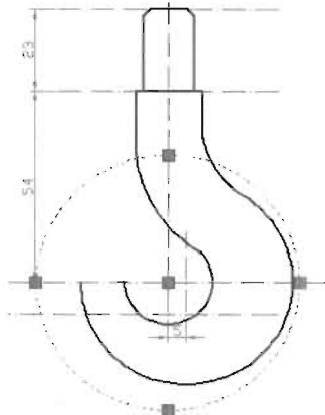

图 6-44
(1) 绘制辅助线求 R24 的圆心。首先将第一条水平辅助线向下偏移 9, 然后以 R12 圆心为圆心绘制一个半径为 36 (即 $R24 + \phi 24/2$) 的圆, 辅助直线和圆弧的交点就是 R24 的圆心, 如图 6-44 所示。